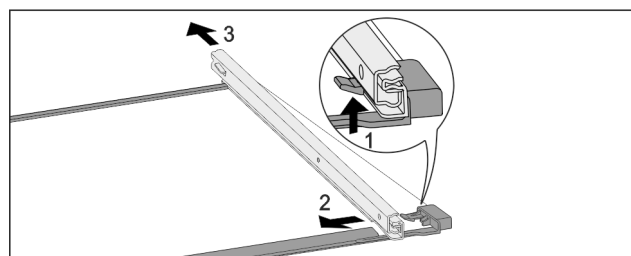

Fig. 171 Glasplatte mit Schienen
- ▶ Vorderen Rasthaken nach oben drücken. Fig. 171 (1)
- ▶ Auszugsschiene zur Seite Fig. 171 (2) und nach hinten Fig. 171 (3) wegschieben.